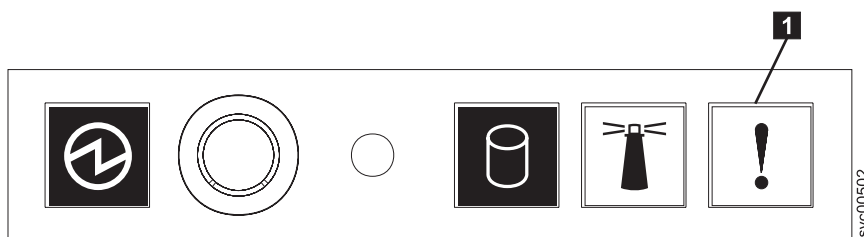

図 88. SAN ボリューム・コントローラー 2145-8A4 オペレーター情報パネル
1. SAN ボリューム・コントローラー 2145-8A4 オペレーター情報パネルのエラー LED (図 88 を参照) が点灯または明滅していますか?